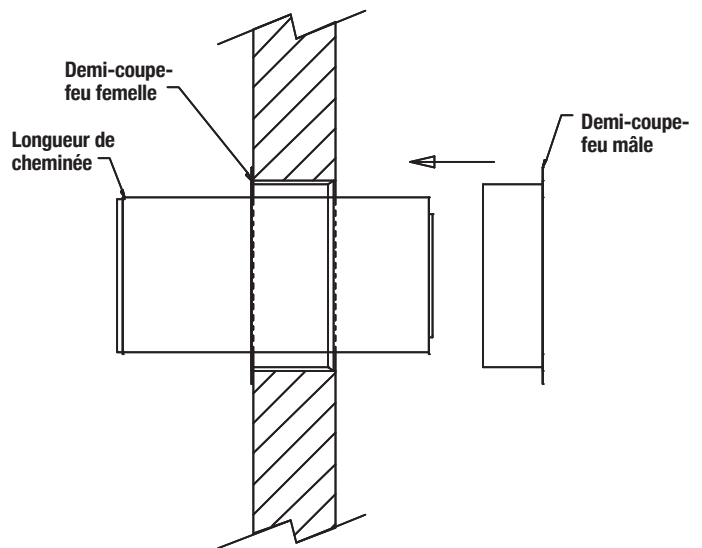

Figure 37 - Coupe-feu mural
2. La traversée de mur (FSW) comprend un demi-coupe-feu femelle et demi-coupe-feu mâle qui coulissent l'un dans l'autre pour s'adapter à l'épaisseur d'un mur compris entre 200 et 305 mm (7,8 à 12,1 po). Voir **Figure 37**.